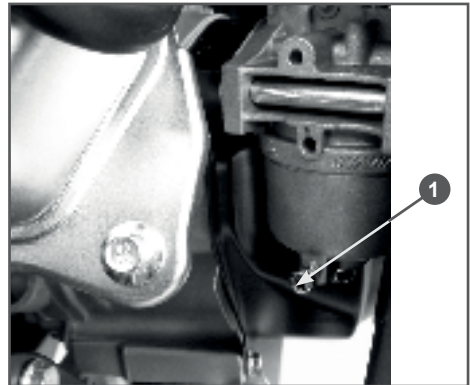

Рис. 14 Слив топлива с поплавковой камеры карбюратора
2. Выкрутите винт 1 сливного отверстия (Рис. 14) на 2-3 оборота и слейте топливо из поплавковой камеры карбюратора.
1. Слейте топливо из топливного бака и карбюратора (Рис.14).